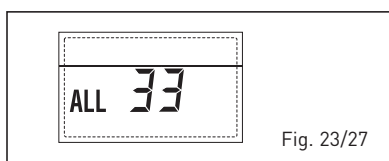

Fig. 23/27
**- ANOMALÍA COMUNICACIÓN FICHA RS-485 EN MODALIDAD CASCA-DA "ALL 34" (fig. 23/28)**